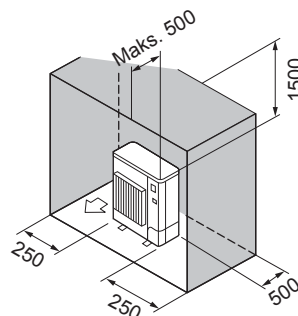

Fig. 2-7
- ⑥ Miejsce ograniczone tylko z tyłu, po bokach i od góry (Fig. 2-7)